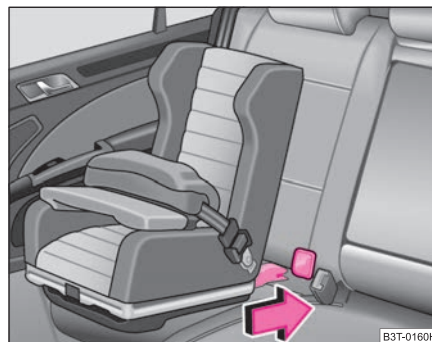

Fig. 173 El asiento infantil ISOFIX se introduce en los conos de alojamiento montados
- Introduzca los brazos de enclavamiento del asiento infantil, por encima de los conos de alojamiento montados, en las argollas de sujeción hasta que el asiento infantil encastre de forma audible ⇒ **página 180, fig. 173.**